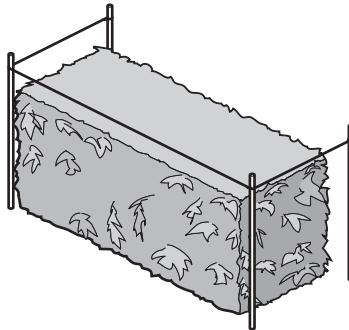

Fig. 14
- Use una cuerda para nivelar los setos. Estire una cuerda a lo largo de la parte superior del seto a la altura deseada y corte el seto justo encima del nivel de la cuerda (Fig. 14).